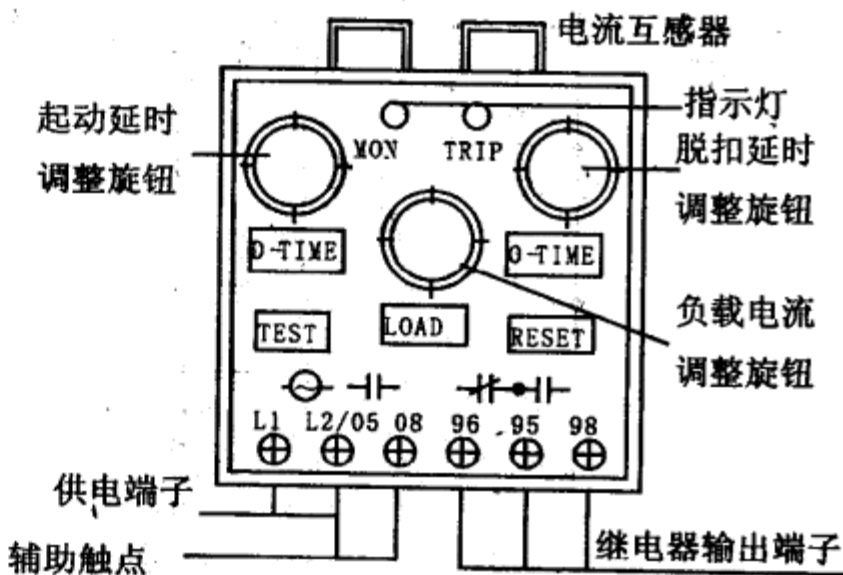

图2
(1)EOCR电子式过电流继电器的工作原理 两个电流互感器监测三相电机中二相电流,启动冲击电流由启动延时电路单独设置,过电流继电器操作面板和接线端子示意图如图2所示。启动后内置的比较电路比较负载电流与预先设置的过载保护电流,当负载电流持续增大到预先设定值时,经过预先设定的延时时间后,继电器动作使内部触点由闭合状态转变为断开,控制外接接触器断开,从而起到保护电动机的作用。